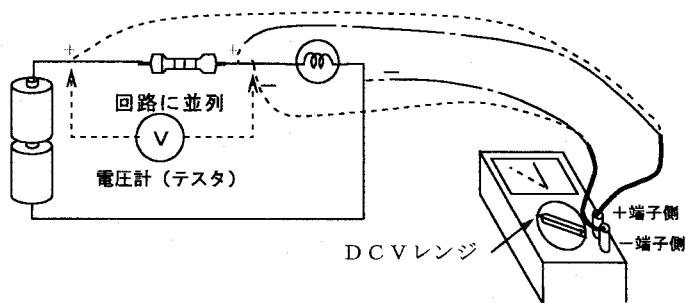

図2-8 直流電圧の測定
* (3) 直流電圧(DCV)及び交流電圧(ACV)の測定(図2-8)